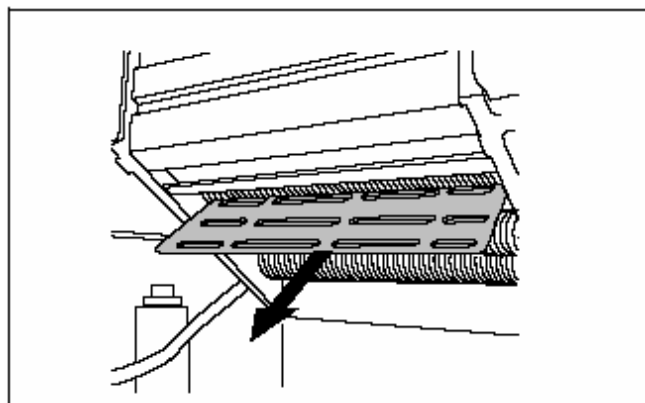

Рис. 37 Подпорная панель
- Вытащить подпорную панель (рис. 37).
- Затем вытащить подпорную панель (рис. 37) и удалить частички загрязнений, которые могут на ней оказаться.